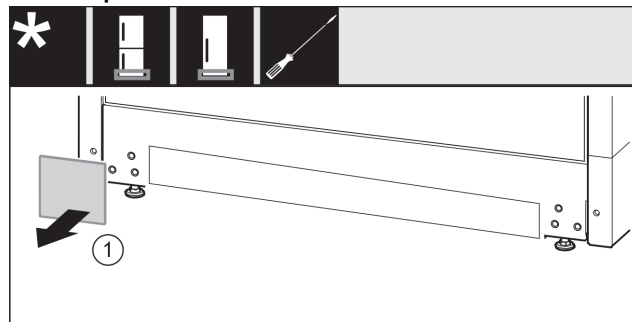

Fig. 35
- ▶ Ta av täckplattan. Fig. 35 (1)